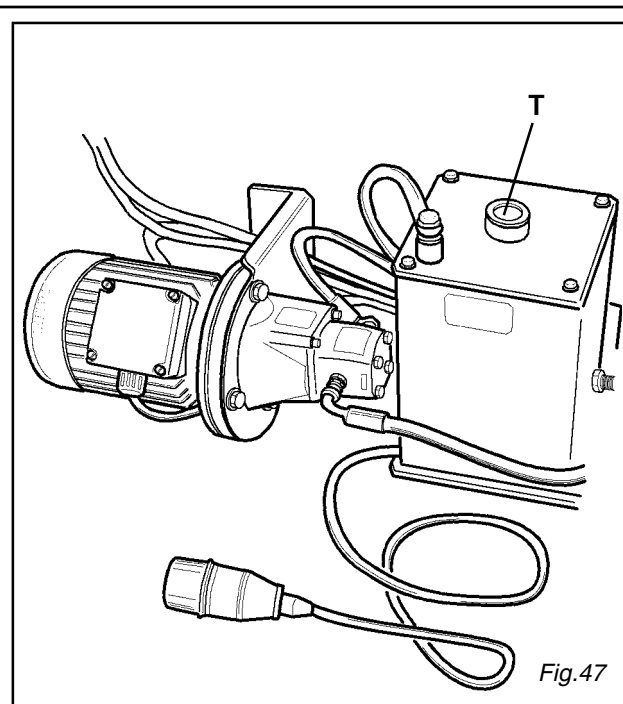

Fig.47
Den Ölstand der hydraulischen Einheit mittels des unter dem Verschluß (T) liegenden Eichstabes **periodisch überprüfen** (Abb. 47).